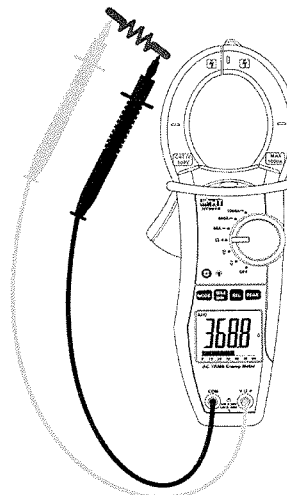

Abb. 4: Messung von Widerständen
3. Verbinden Sie die Meßspitzen mit dem Messkreis (Abb.4) und der Meßwert wird angezeigt